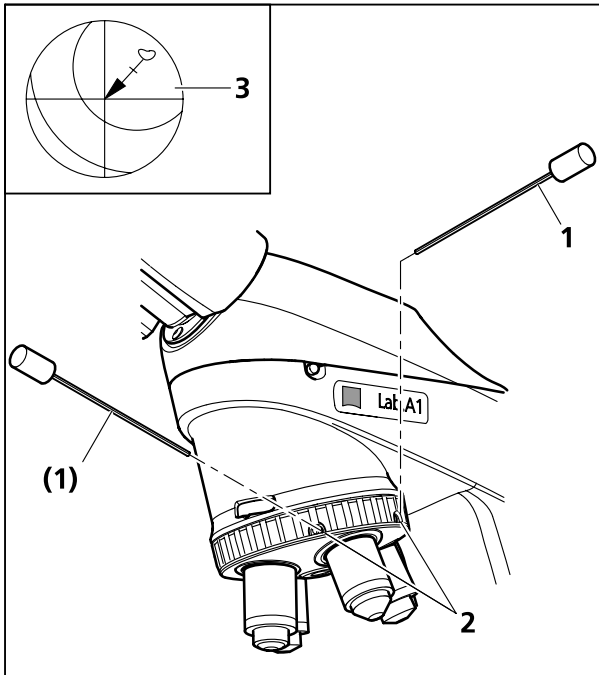

Bild 3-14 Objektive zentrieren
- Durch Drehen des Tisches maximale Präparatauslenkung (Bild 3-14/3, Pfeilanzug) zum Okularstrichkreuz ermitteln.
- Präparatdetail durch Verstellen der beiden Zentrierschrauben am Objektivrevolver (Bild 3-14/2) mit je einem Inbusschraubendreher SW 1,5 (Bild 3-14/1) um die halbe Pfeillänge in Richtung Strichkreuzmitte verschieben. Kontrollieren, ob bei erneuter Tischdrehung Präparatdetail auswandert, ggf. Zentriervorgang wiederholen.